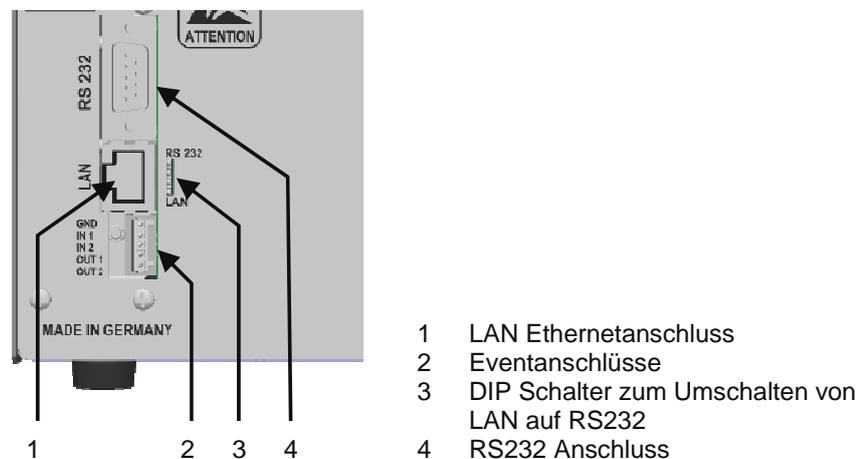
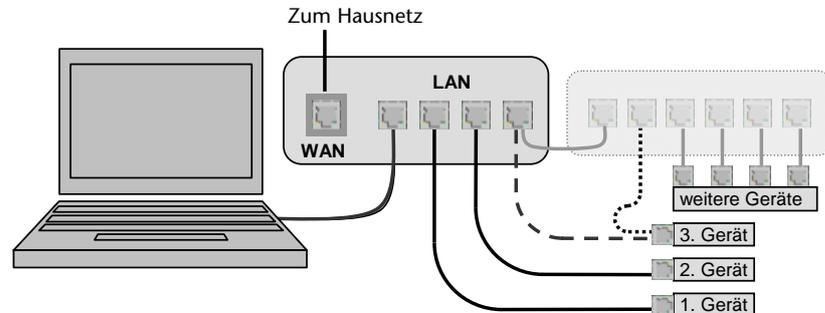

Abb. 9 Fernsteuerungsschnittstellen: LAN und RS232
Abb. 10 Aufbau eines lokalen Netzwerks (LAN)
Grundsätzlich kann die Steuerung des Fraction Collector 3050 via Ethernet oder über die RS232 Schnittstelle erfolgen. Die Auswahl erfolgt über den DIP-Schalter, **Abb. 9** (3).
Verbinden Sie die RS232 Schnittstelle auf der Geräterückseite, **Abb. 9** Pos. 4, direkt oder gegebenenfalls unter Verwendung einer Schnittstellenerweiterung mit einem **COM-Port** Ihres Computers. Stellen Sie den DIP-Schalter (Pos. 3) auf RS232.
Bauen Sie Ihr lokales Netzwerk (LAN) entsprechend der **Abb. 10** auf. Verbinden Sie den LAN Anschluss des PC und die LAN Anschlüsse aller zu steuernden Geräte mit Ethernet Patchkabeln zu einem lokalen Netzwerk. Stellen Sie den DIP-Schalter (**Abb. 9** Pos. 3) auf LAN.
Die Eventanschlussleiste, Abb. 9 (2), dient zum Senden und Empfangen von Start- oder Fehlersignalen an oder von anderen Geräten. Sie sind im normalen Anwendungsfall bei Steuerung aller im System eingebundenen Geräte über ChromGate[®] oder ClarityChrom[®] nicht erforderlich.